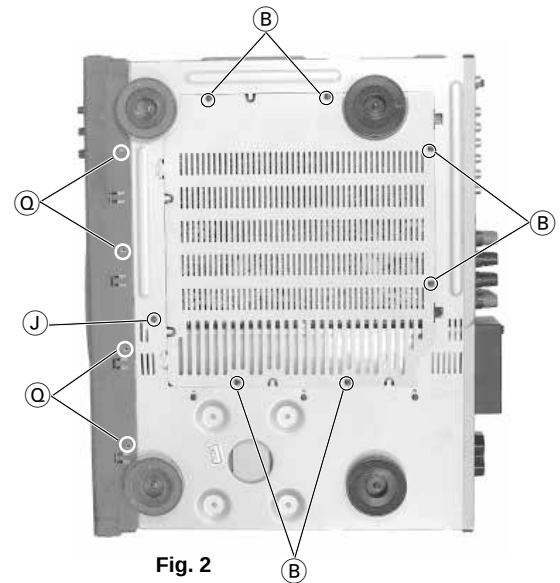
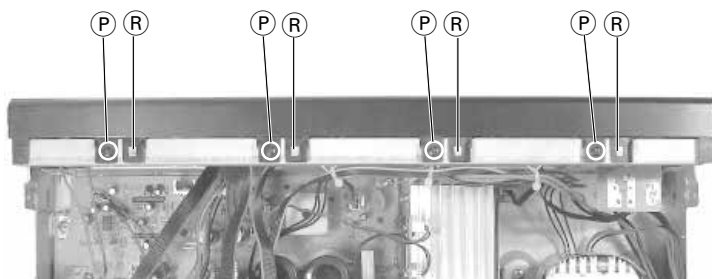

Fig. 2
Fig. 13
- 6 Schrauben (B) herausdrehen (Fig. 2) und Bodenplatte nach hinten abziehen.
- Undo 6 screws (B) (Fig. 2) and pull the bottom plate to the rear side to remove it.
- Schraube ④ auf der Bodenseite (Fig. 2) herausdrehen.
- Undo the screw ④ (Fig. 2) on the bottom.
- 4 Schrauben  (Oberseite Frontblende, Fig. 13) und 4 Schrauben  (Unterseite Frontblende, Fig. 2).
- Undo 4 screws  (upper side of front cover, Fig. 13) and 4 screws  (lower side of front cover, Fig. 2).